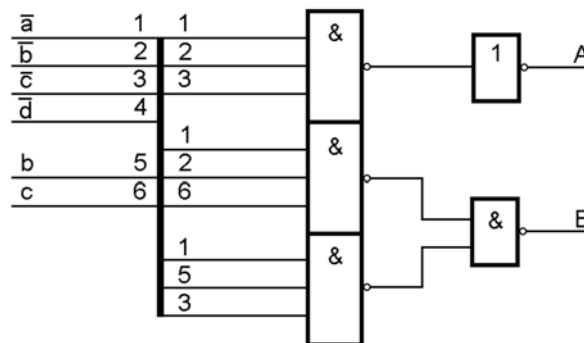

Abb. 1
1. Abb. 1 zeigt den Schaltplan eines kombinatorischen Netzwerks. Geben Sie die Schaltgleichungen für beide Ausgangssignale A, B an.